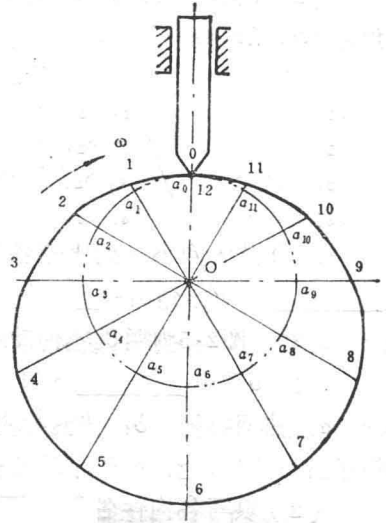

图2.7
2.36 按图2.7等加速、等减速凸轮轮廓曲线绘出从动杆位移曲线。